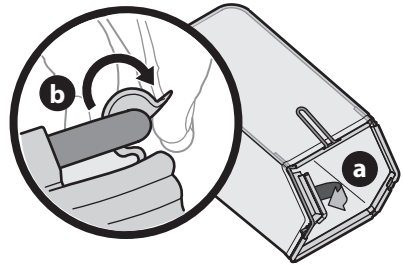

Figure 16
1. Procédez comme suit pour assembler le sac à herbe (Figure 16).